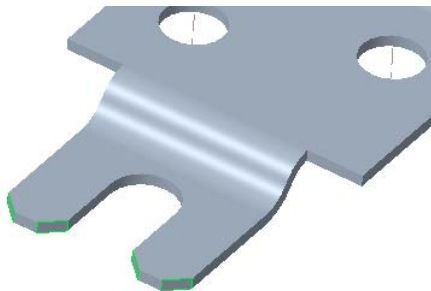

图 6-166 完成创建边倒角特征
(4) 单击“边倒角”选项卡中的  (完成) 按钮, 创建的倒角特征如图 6-166 所示。